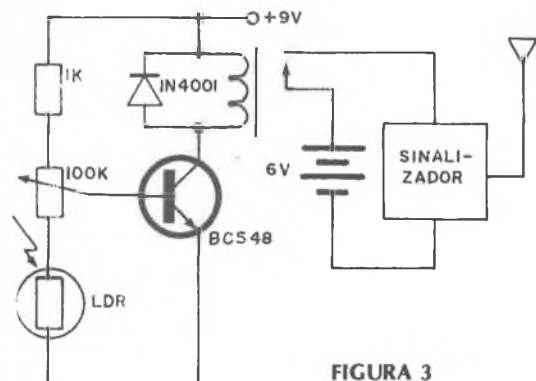

FIGURA 3
c) Montando de maneira normal, você pode controlar sua alimentação por meio de um relê, ligando-o somente quando algum dispositivo for acionado. O relê sendo acionado por um LDR, por exemplo, poderá lhe indicar quando uma luz for cortada ou acesa, num alarme de ação remota, conforme mostra a figura 3.